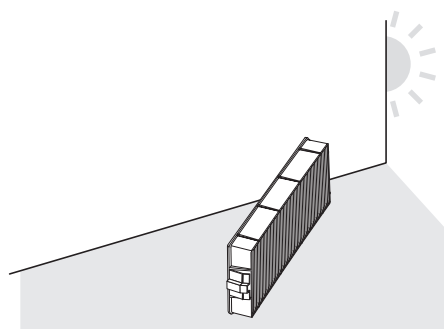

Figura 2
- Tire de la unidad de filtro de aire por las pestañas hacia fuera del proyector presionando ligeramente la perilla del centro del marco en el lado de terminales y del lado de terminales de conexión. (Figura 2)
2) Seque la unidad de filtro de aire. (Figura 2)
- 3) **Quite la unidad de la lámpara. (Figura 2)**